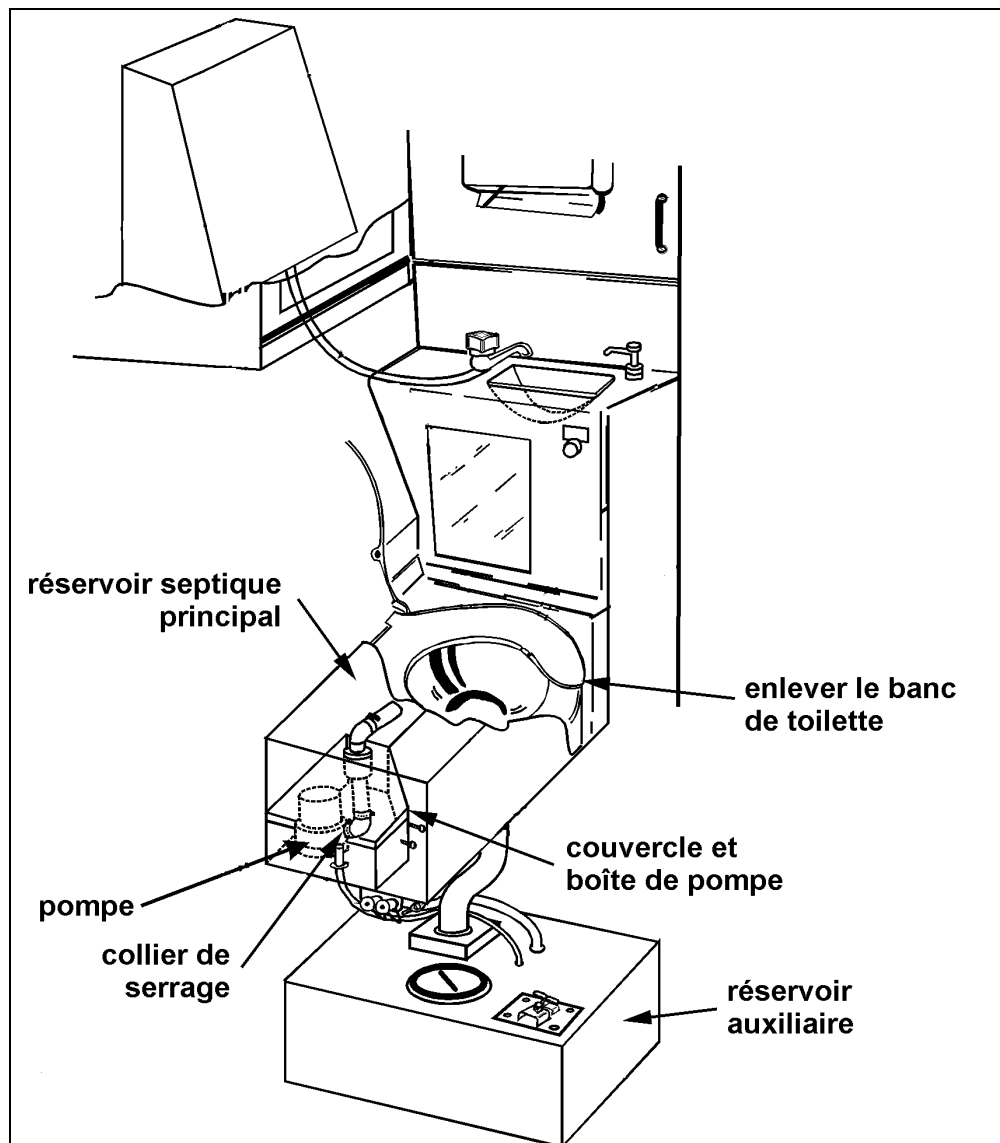

FIGURE 2 : SCHÉMA SIMPLIFIÉ DU CABINET DES TOILETTES
6. Dans le cabinet d'aisance, enlever le banc de toilette (figure 2).
7. À l'intérieur du réservoir septique principal, couper les fils d'alimentation de la pompe (brun et noir) à la jonction avec ceux sortant du mur (rouge et noir) (figure 2).
8. Enlever le couvercle de la boîte de pompe (figure 2).
9. Desserrer le collier de serrage du boyau flexible à la sortie de la pompe et retirer le boyau du raccord (figure 2).